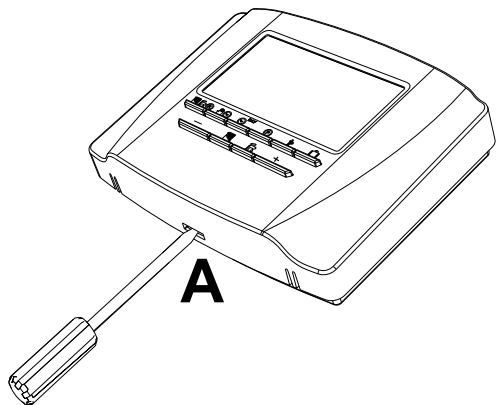

fig. 4
1. Desmunte el frontal haciendo palanca en el punto A con un destornillador como se ilustra en “fig. 4” en la página 40.